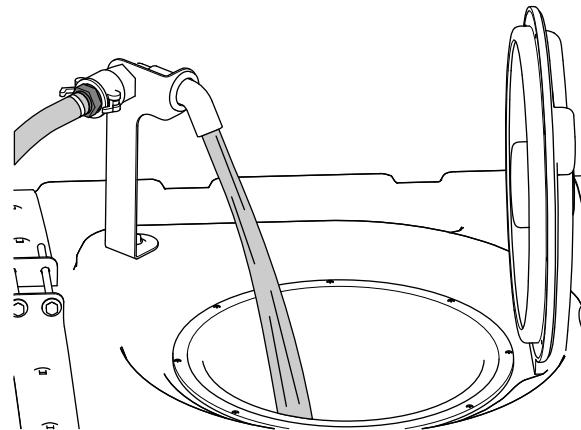

**Figure 30**
- Pour remplir le réservoir, dévissez le bouchon situé sur le dessus, remplissez-le d'eau douce puis remettez le bouchon en place (Figure 30).
- Pour ouvrir le robinet du réservoir d'eau douce, tournez le levier sur le robinet (Figure 30).